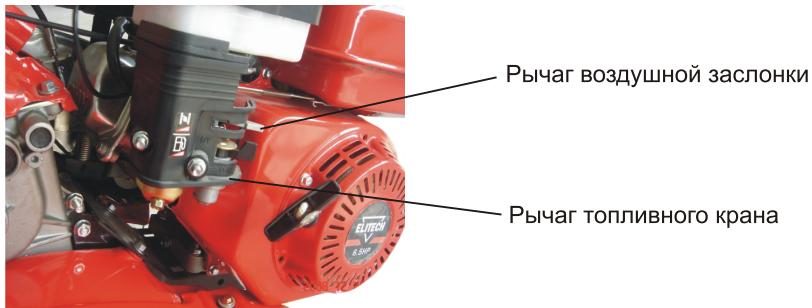

Рис. 20
6. По мере прогрева двигателя постепенно открывайте воздушную заслонку (Рис. 20).